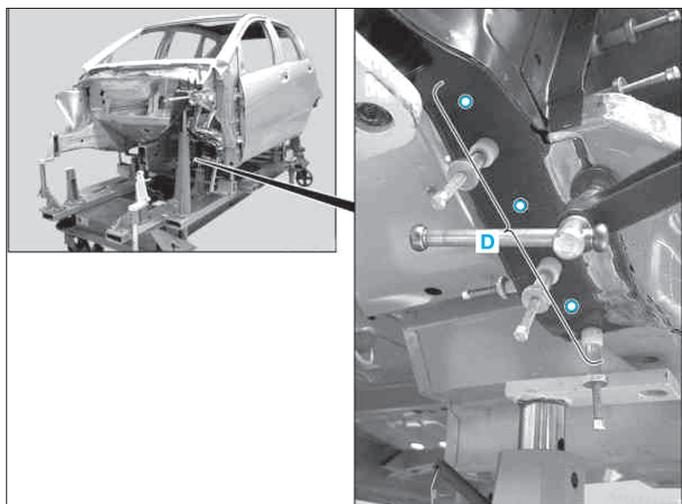

FIG. 17
- Percer des trous (Ø 6,5 mm) dans la zone (D) (Fig.17).